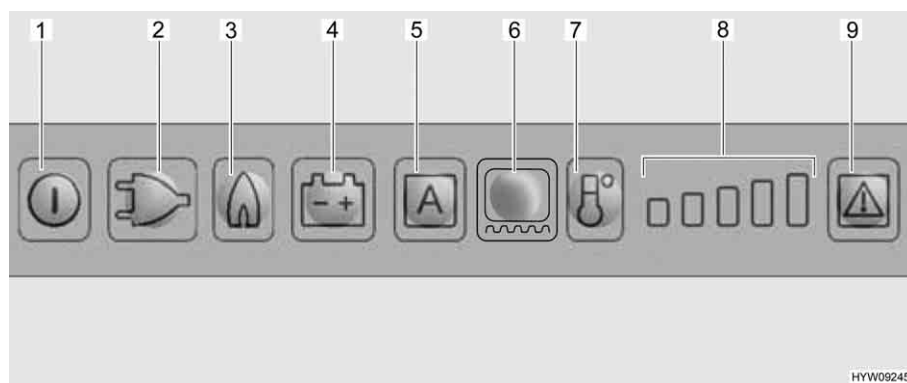

Fig. 170 Quadro comandi LED (frigorifero Dometic)
Se è impostata la modalità di funzionamento "AES", la tensione a 230 V **non** è allacciata e il motore del veicolo è **spento**, il sistema AES seleziona il rifornimento di gas. Selezionando il funzionamento a gas, il dispositivo di sicurezza si apre automaticamente, così che il gas possa fluire al bruciatore. Contemporaneamente si inserisce l'accenditore elettronico. Se la fiamma del gas si spegne, p. es. a causa di un colpo di vento, l'accenditore viene subito azionato riaccendendo il gas. In caso di guasto del funzionamento a gas, i tasti luminosi relativi a gas (Fig. 170,3) e guasto (Fig. 170,9) lampeggiano e viene emesso un segnale acustico per 20 secondi.
Dopo l'accensione il frigorifero seleziona automaticamente la regolazione intermedia del termostato. Questa regolazione può essere modificata manualmente tramite il tasto di selezione del livello di temperatura (Fig. 170,7). Le spie di controllo (Fig. 170,8) indicano la temperatura selezionata sul termostato. Il tasto di selezione del livello di temperatura permette di regolare la temperatura di refrigerazione per tutti e tre i tipi di energia. Ci vogliono alcune ore prima che il frigorifero raggiunga la temperatura normale di esercizio. Cambiando la modalità di funzionamento la regolazione del termostato non viene modificata. La temperatura di refrigerazione è indipendente dal tipo di energia utilizzata.
- Accendere il riscaldamento del telaio per 2 ore: Premere una volta il tasto luminoso per il riscaldamento del telaio (Fig. 170,6). Sull'indicazione dei gradi di temperatura (Fig. 170,8) si accende una barra.
- Accendere il riscaldamento del telaio per 5 ore: Premere due volte il tasto luminoso per il riscaldamento del telaio (Fig. 170,6). Sull'indicazione dei gradi di temperatura (Fig. 170,8) si accendono due barre.
- Regolazione del riscaldamento del telaio ad esercizio continuo: Premere tre volte il tasto luminoso per il riscaldamento del telaio (Fig. 170,6). Sull'indicazione dei gradi di temperatura (Fig. 170,8) si accendono tre barre.
L'indicazione dei gradi di temperatura (Fig. 170,8) indica per alcuni secondi la durata di esercizio del riscaldamento del telaio.
Nel caso di temperature esterne ed umidità dell'aria elevate è possibile che si formino gocce d'acqua sul telaio in metallo del vano congelatore. Per questo motivo il frigorifero è dotato di un riscaldamento del telaio per il vano congelatore. Nel caso di temperature e umidità dell'aria elevate, accendere il riscaldamento del telaio con il tasto luminoso per il riscaldamento del telaio (Fig. 170,6). È possibile così evitare fenomeni di corrosione. Quando il riscaldamento del telaio è acceso, si accende il tasto luminoso (Fig. 170,6).
- Premere il tasto On/Off (Fig. 170,1) per circa 2 secondi. Il frigorifero si accende e viene visualizzato l'ultimo tipo di energia impostato, oppure "AES".
- Impostare la temperatura di refrigerazione con il tasto di selezione del livello di temperatura (Fig. 170,7). Le spie di controllo (Fig. 170,8) indicano la temperatura selezionata sul termostato.
- Premere il tasto On/Off (Fig. 170,1) per circa 2 secondi. Il frigorifero si spegne e le indicazioni smettono di lampeggiare.